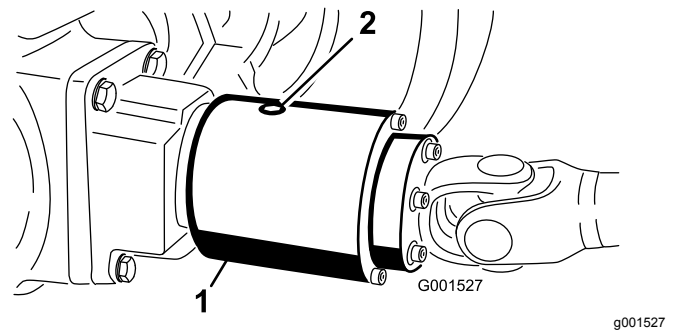

Figura 62
2. Gire el embrague (Figura 62) hasta que el tapón de verificación esté en la posición de las 4.